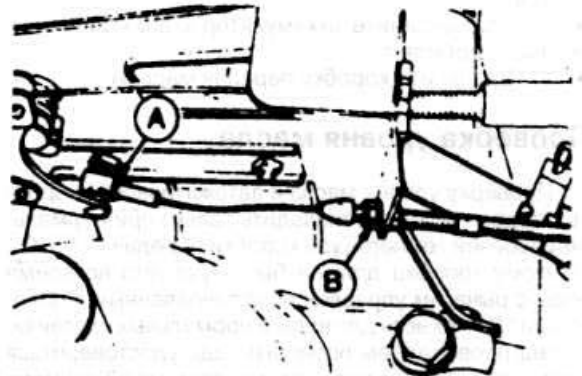

**Рис. 3.47**
- ♦ Снимите трос управления, стянув отверткой кольцевой пластмассовый зацеп (рис. 3.47).